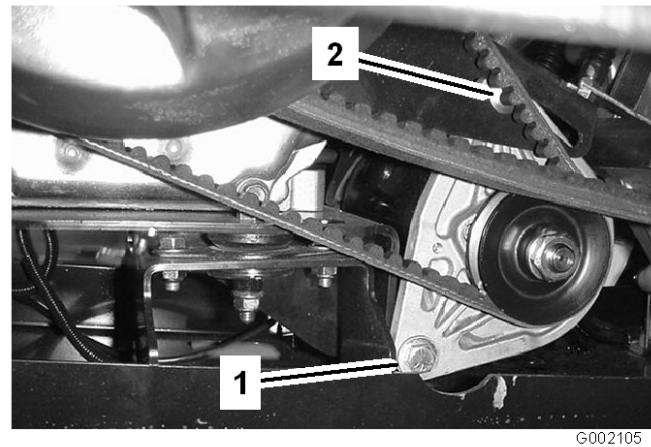

Figura 53
- Afije el perno del pivote del generador de arranque (Figura 53).
- Coloque una palanca entre el soporte del motor y el motor de arranque. Afloje la tuerca del perno de ajuste de cuello cuadrado (Figura 53).
- Apriete la tuerca del perno de ajuste y retire la palanca. Apriete el perno del pivote del generador de arranque (Figura 53).